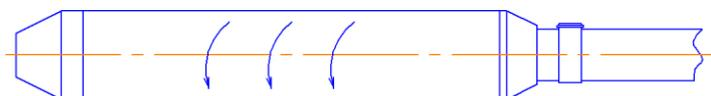

Рисунок 2
6) После подключения вибратора необходимо убедиться в правильности направления вращения вала ротора вибратора. Для вибраторов производства ОАО «Красный маяк» при правильном направлении вращения капля жидкости или бетонная смесь, нанесенная на корпус вибронаконечника, будет перемещаться в направлении, указанном стрелками (см. рисунок 2).